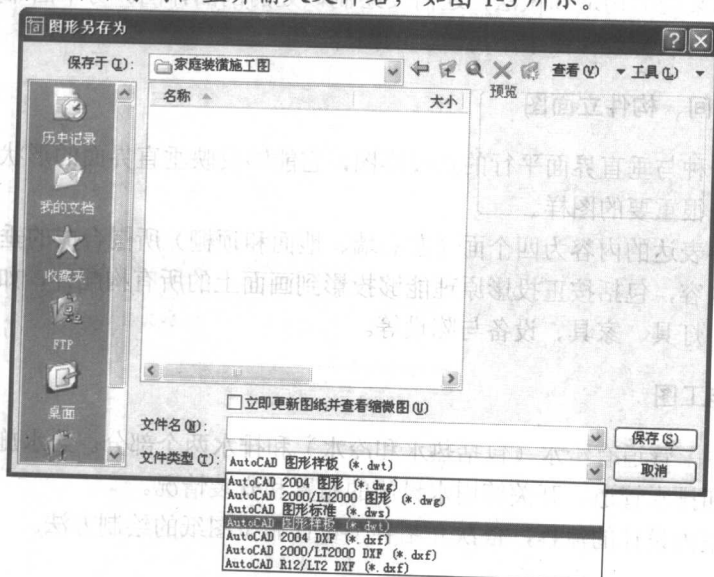

图 1-3 “图形另存为”对话框
(1) 选择【文件】|【另存为】命令,打开“图形另存为”对话框,如图 1-3 所示。在“文件类型”下拉列表中,选择“AutoCAD 图形样板 (*.dwt)”文件类型,然后选择文件保存的位置并输入文件名,如图 1-3 所示。